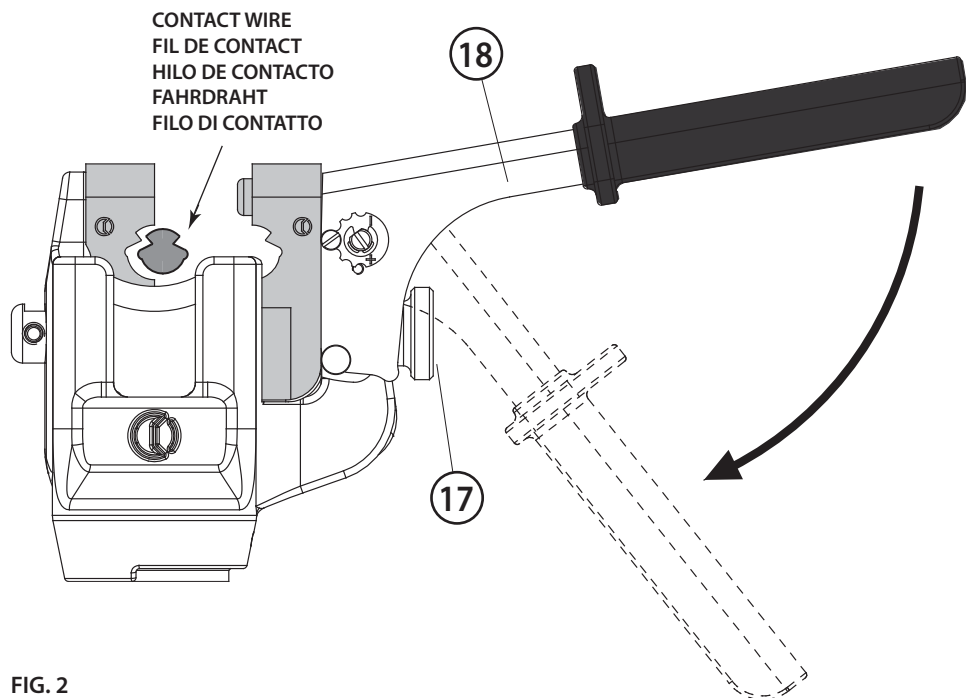
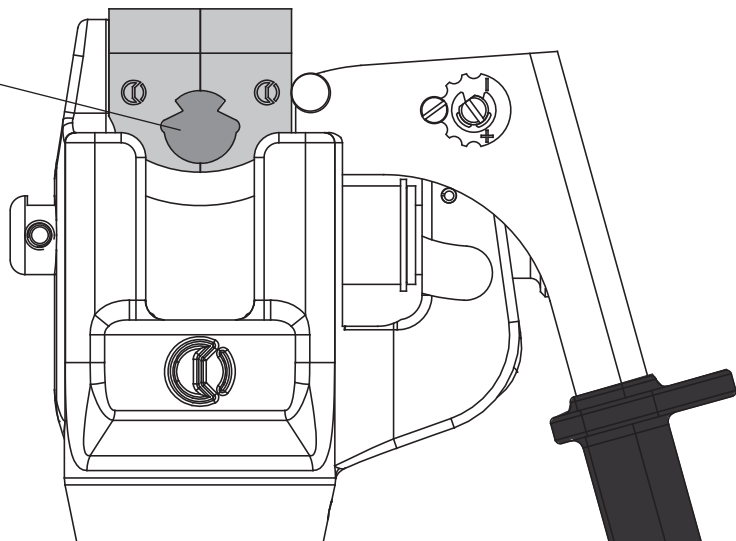

FIG. 2
FIG. 3
- Posizionare il conduttore all'interno del gruppo matrici in modo che la lama (13) sia in corrispondenza del punto di taglio desiderato.
- Chiudere le matrici (rif. a fig. 2) portando la leva (18) verso il basso fino a fine corsa bloccandola in posizione; a questo punto il conduttore sarà pronto per il taglio (rif. a fig. 3).